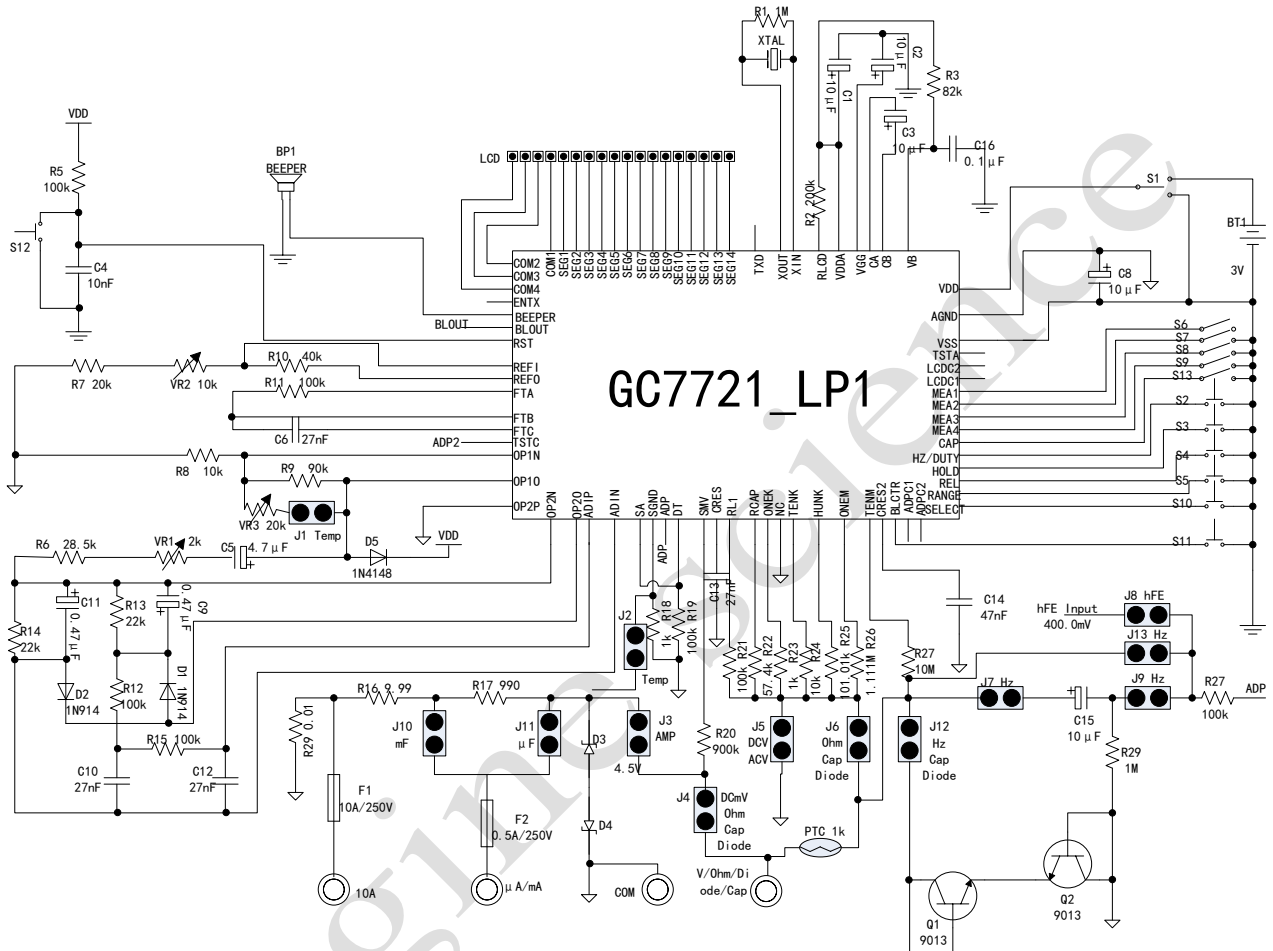

图6 100脚QFP封装应用电路示意图
- ①Jump 栏中 JX 表示在图 6 和图 7 通用线路总图上该测量功能的 JX 是接通的。
- ②在 Auto 模式下，ACV 档位按 RANGE 键才能选择到 ACmV 量程。
- ③来自 ADP 的输入，满量程范围是 400mV，没有小数点。
- ④来自 TSTC 的输入，运算放大器的放大倍数设定在 2.5 倍左右。
- ⑤在自动测量模式，CAP、LCDC1、LCDC2 悬空。